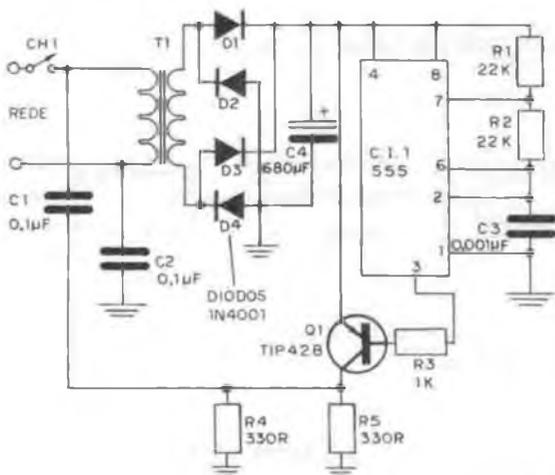
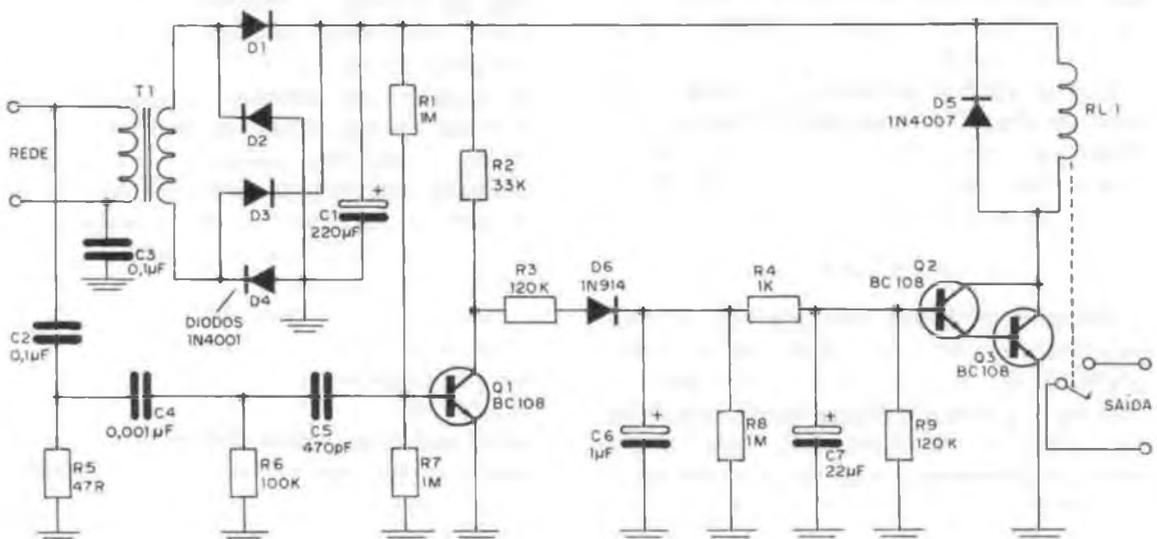

figura 3
figura 6
Duvidou, não é? Então veja na figura 3 que simplicidade é o diagrama elétrico da unidade transmissora! Apenas um único circuito integrado: o nosso "velho amigo" 555 funcionando como astável!
Isto equivale a dizer que, num ciclo, a ddp (diferença de potencial) nos bornes das resistências em paralelo R4 e R5, figura 3, é igual a  $+V_{cc}$  na razão de 1/2, conforme bem o mostra a figura 5. O transistor Q1, portanto, funciona como um circuito amplificador inversor.
Já que estamos falando na unidade receptora, a figura 6 nos brinda com o seu circuito elétrico tão, ou mais, simples que o circuito do transmissor, pelo menos a fonte de alimentação é igual à da unidade transmissora, com exceção do interruptor CH1, figura 3, que, neste caso, é totalmente dispensável uma vez que a estação receptora deve ficar em funcionamento permanente.
Os sinais presentes na rede de alimentação são capacitivamente acoplados ao circuito por intermédio dos capacitores C2 e C3, figura 6, cabendo a este último formar o referencial terra para esses sinais.
De fato, se cessarem as oscilações, o transistor Q1, figura 6, será levado à saturação, pois R1 e R7 apresentam o mesmo valor resistivo; com isso o potencial de seu coletor é praticamente nulo e em pouco tempo a carga armazenada nos capacitores C6 e C7 se reduzirá a um valor tal que o transistor Q2 é impossibilitado de conduzir, ainda mais pela presença de R9, o mesmo ocorrendo com Q3 que, então, reterá a alimentação da bobina do relê, razão pela qual seus contatos retornam à posição indicada na figura 6, desenergizando a carga sob seu comando.
- não foi previsto o interruptor liga-desliga CH1, conforme aparece no diagrama esquemático da figura 3,